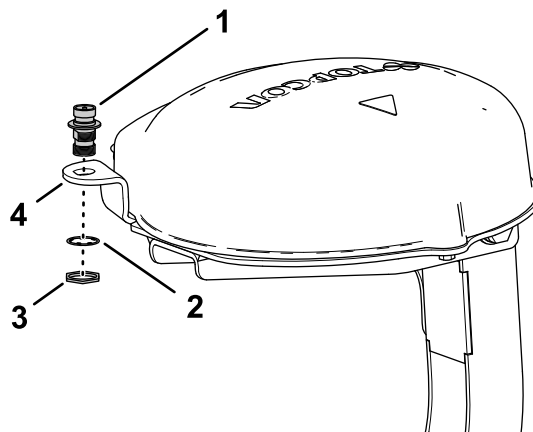

Рисунок 159
- Проденьте коаксиальный разъем через отверстие фланца антенны RTK так, чтобы проходная резьба разъема была направлена вниз (Рисунок 159).
- Установите коаксиальный разъем во фланец пластины приемника при помощи стопорной шайбы и контргайки и затяните контргайку от руки (Рисунок 159).